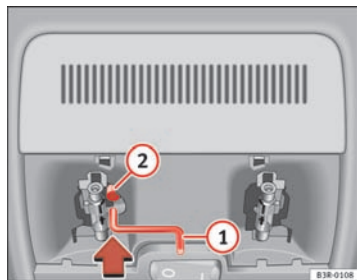

Fig. 84 Détail du ciel de pavillon : manivelle pour commande de secours
- Insérez la manivelle (1) jusqu'en butée ⇒ fig. 84 dans l'alésage hexagonal (2).